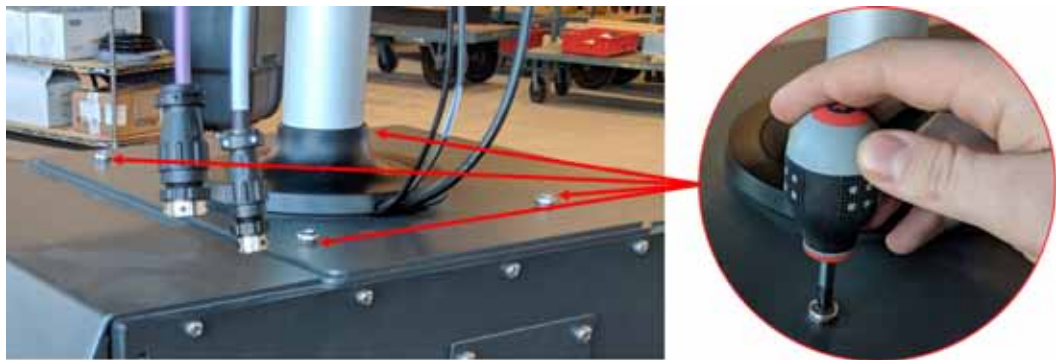

Figura 15-22 Cómo quitar los tornillos de la interfaz de operador
4. Use un destornillador Phillips número 4 para quitar los cuatro tornillos que sostienen la interfaz de operador en la parte superior del sistema central. Consulte la Figura 15-22.